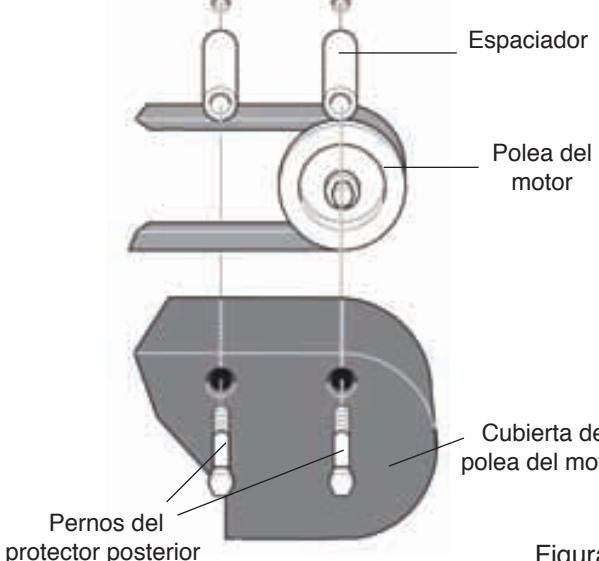

Figura 9
2. Retirar los dos pernos del protector posterior para retirar la cubierta de la polea del motor. (Véase la Figura 9).